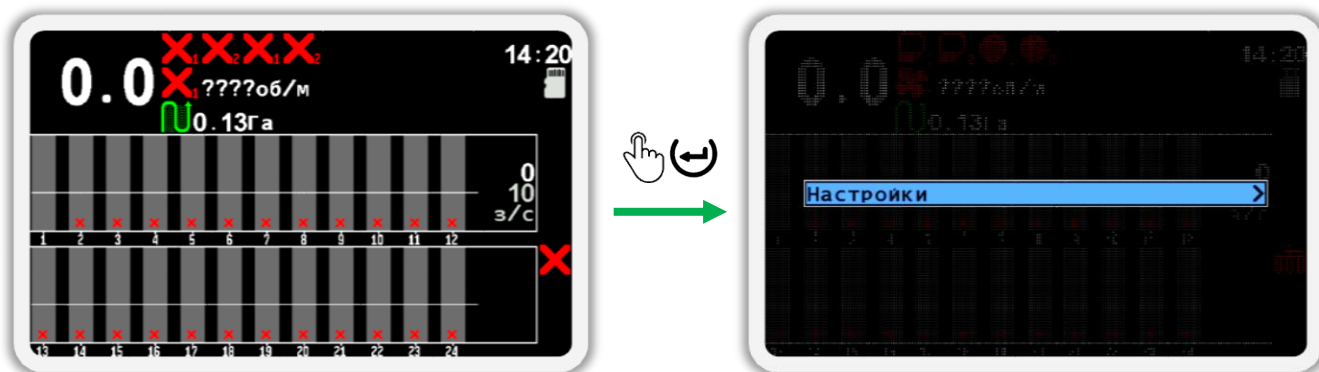

Рисунок 55
4. На главном экране нажмите кнопку  «Меню». В результате на экране будет показано меню с одним пунктом  «Настройки» (см. Рисунок 55).